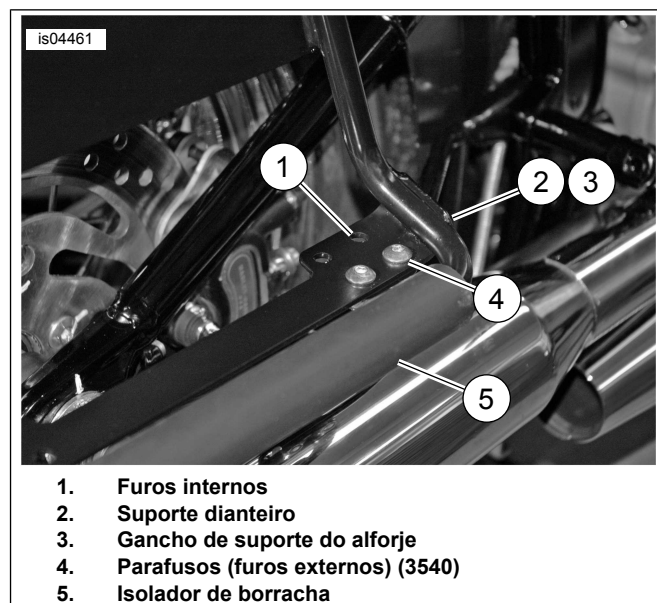

Figura 11. Instalação do suporte dianteiro no gancho do suporte do alforje
Veja a Figura 11. Caso as ferragens de suporte estejam instaladas, use os dois furos internos (1) para montar o suporte dianteiro (2) no gancho do suporte do alforje (3). Se as ferragens de suporte não estiverem instaladas, use os dois furos externos (4).